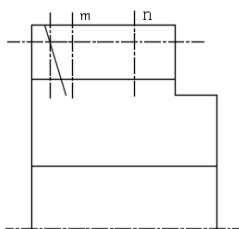
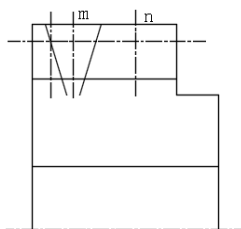
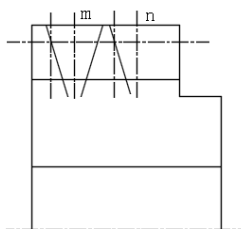
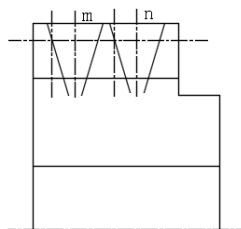

图 3-99 绘制斜线
图 3-100 镜像结果
图 3-101 绘制斜线
图 3-102 镜像结果
效果如图 3-99 所示。
③ 单击“默认”选项卡“修改”面板中的“镜像”按钮, 选择图 3-99 中绘制的斜线为镜像对象, 以中心线 m 为镜像线, 镜像结果如图 3-100 所示。
④ 单击“默认”选项卡“修改”面板中的“偏移”按钮, 将图 3-100 中的竖直中心线 n 向左偏移 5.5, 与最上水平中心线交于一点。单击“默认”选项卡“绘图”面板中的“直线”按钮和“修改”面板中的“延伸”按钮, 通过该交点绘制另一条角度为 -73° 的直线, 效果如图 3-101 所示。
⑤ 单击“默认”选项卡“修改”面板中的“镜像”按钮, 选择图 3-101 中绘制的斜线为镜像对象, 以中心线 n 为镜像线, 镜像结果如图 3-102 所示。